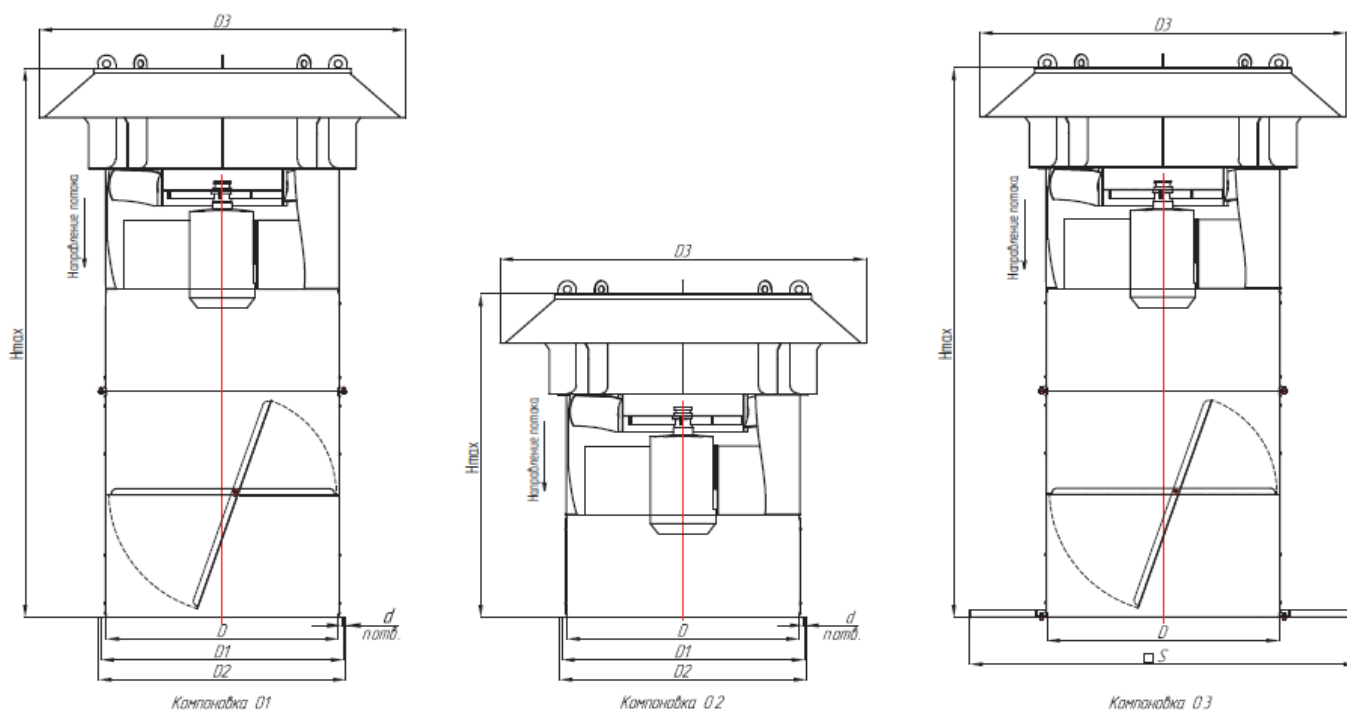

Рис.1. Габаритно присоединительные размеры ВКОПв 30-160
1.1.1. Устройство вентиляторов, габаритные, присоединительные и установочные размеры вентиляторов указаны на рис. 1 и в табл. 1.